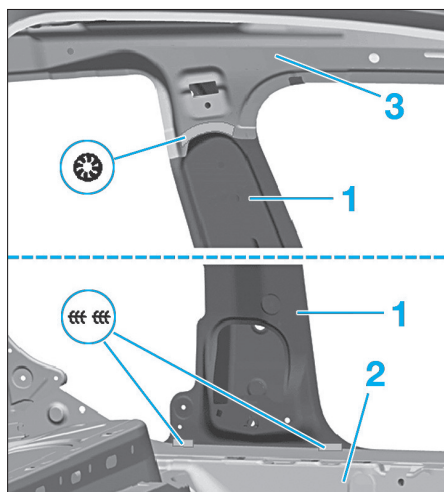

FIG. 74
- Souder le montant B intérieur (1) avec la jonction intérieure de pavillon (3) par bouchonnage (Fig.74).
- Souder le reste de l'accostage entre le montant B intérieur (1) et le bas de caisse intérieur (2) en cordon discontinu.